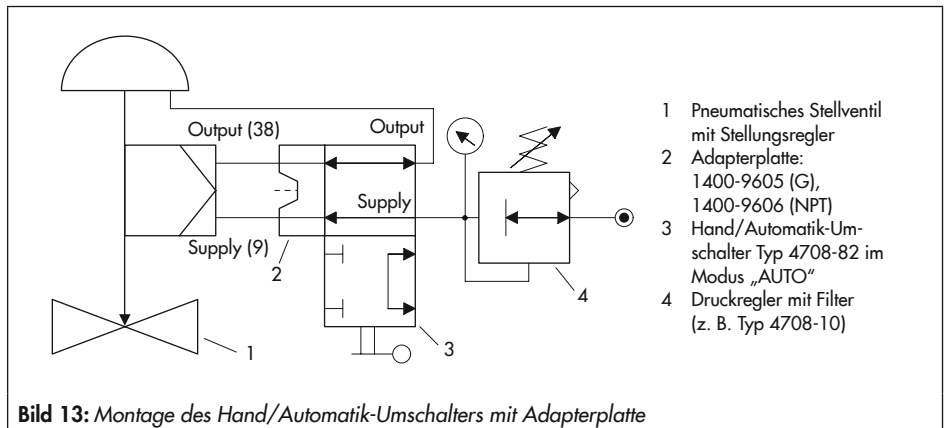

Bild 13: Montage des Hand/Automatik-Umschalters mit Adapterplatte
- Verrohrung von Stellungsregler und pneumatischem Antrieb nach Bild 13 vornehmen.